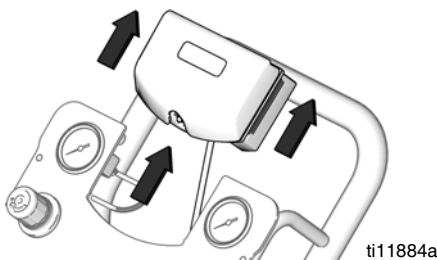

ABB. 11. Remote DataTrak
3. Das DataTrak-Modul von der Halterung lösen. Siehe ABB. 11. Das Modul und zugehörige Kabel an einem Ort außerhalb des Gefahrenbereichs ablegen.